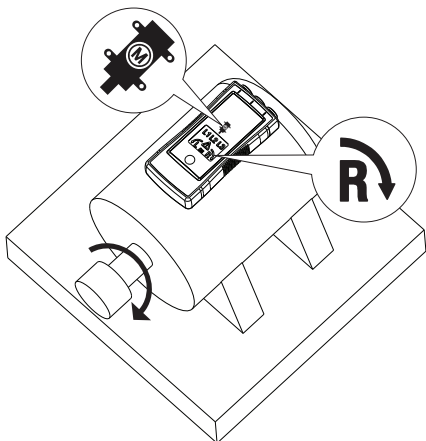

Figure 2 : Détection de rotation de moteur sans contact
2. Positionnez le PRM-6 sur le moteur afin qu'il soit parallèle à la longueur de l'arbre du moteur. Le capteur du testeur doit être au centre du bobinage du moteur. Le testeur doit être aussi proche que possible du moteur. Voir Figure 2.